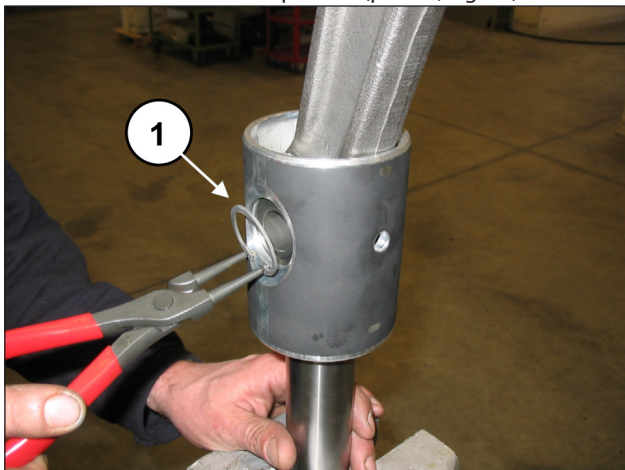
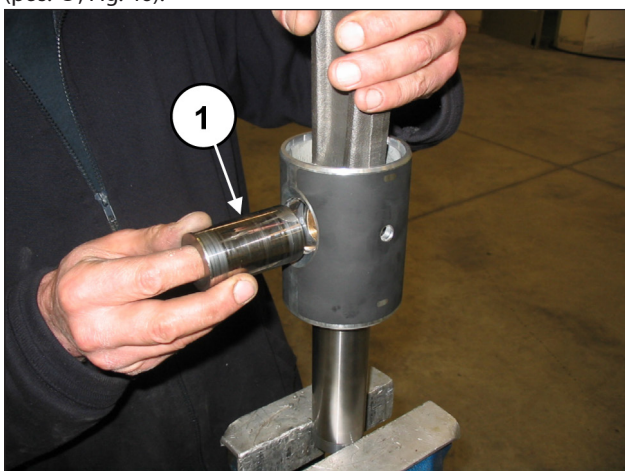
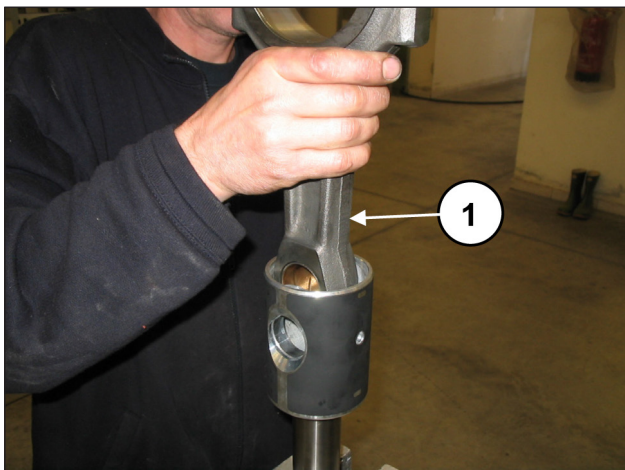

Fig. 44
Fig. 45
Fig. 46
Desmontar las 2 anillas seeger de bloqueo de la clavija utilizando la herramienta específica (pos. ①, Fig. 44).
Extraer la clavija (pos. ①, Fig. 45) y, a continuación, la biela (pos. ①, Fig. 46).
Introducir la biela en la guía del pistón (pos. ①, Fig. 46) y, a continuación, la clavija (pos. ①, Fig. 45). Aplicar las dos anillas seeger de tope con la herramienta específica (pos. ①, Fig. 44). Separar los sombreretes de las semibielas; controlar los números laterales para emparejarlos de manera correcta (pos. ①, Fig. 43).